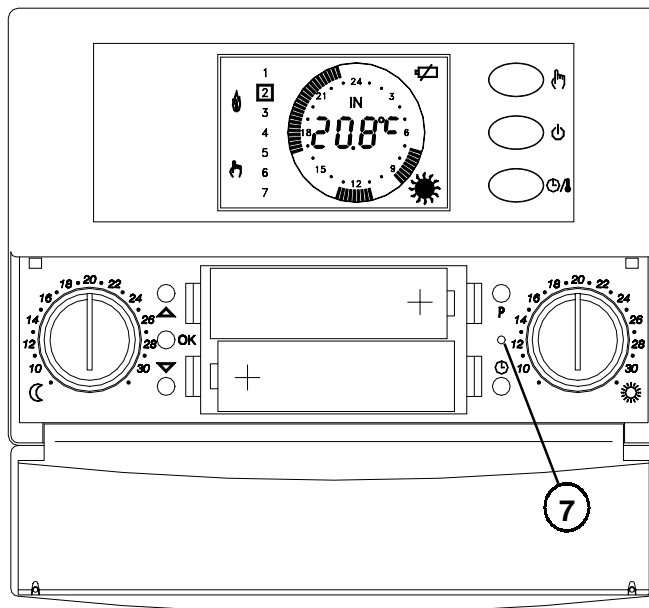

Fig. 2
inserire le pile rispettando il verso indicato nell'apposito vano (Fig. 2) ed eseguire l'operazione di reset agendo con un oggetto appuntito attraverso il foro (7).